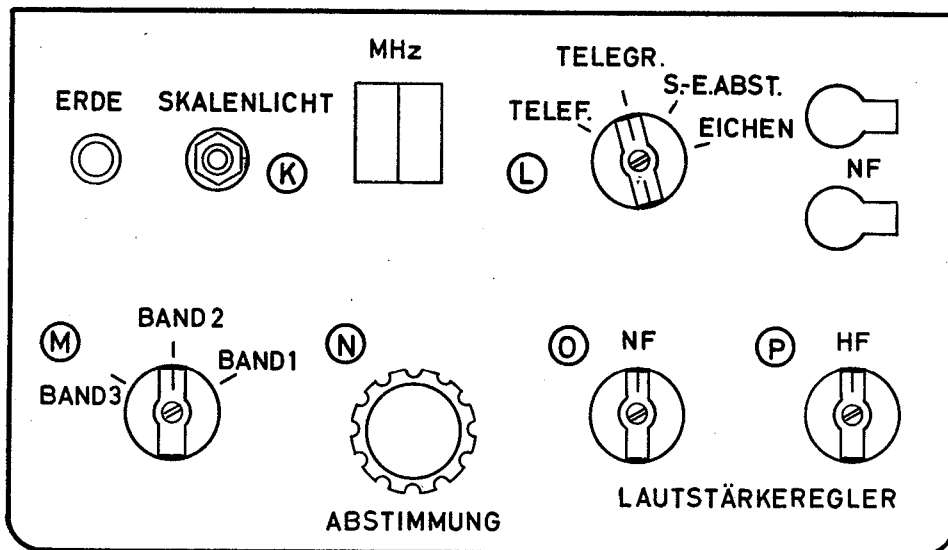

Bild 49 Bedienungselemente des Empfängers
2.2.2 Empfängerteil des Sende-Empfängergerätes (siehe Bild 49)